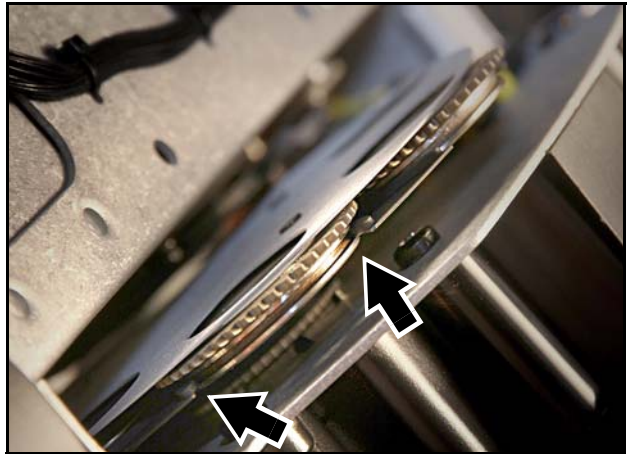

Figure 12: Placement correct d'un porte-gobo
5. Pour installer un porte-gobo sur la roue, consultez la Figure 12. Vérifiez que les aimants pointent toujours vers le point de référence. Glissez le porte-gobo sous ses clips de maintien. Assurez-vous que la gorge du porte-gobo glisse correctement sur les clips (voir repères ci-contre). Ne lubrifiez pas : un excès de graissage pourrait provoquer des pertes de pas d'indexation.